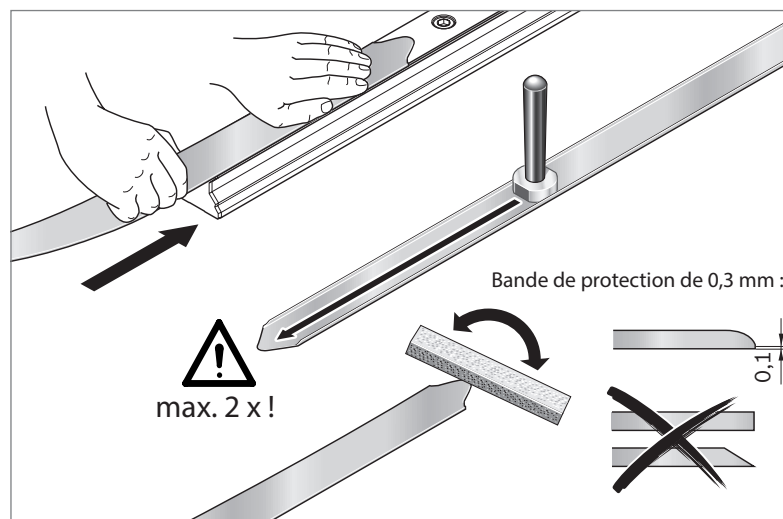

Fig. 49 : Contrôle de la section mobile
- ▶ Avant le montage, s'assurer que la languette est légèrement pliée vers le bas de manière à pouvoir la pousser simplement sous les lèvres d'étanchéité du guide. ➡ Fig. 49